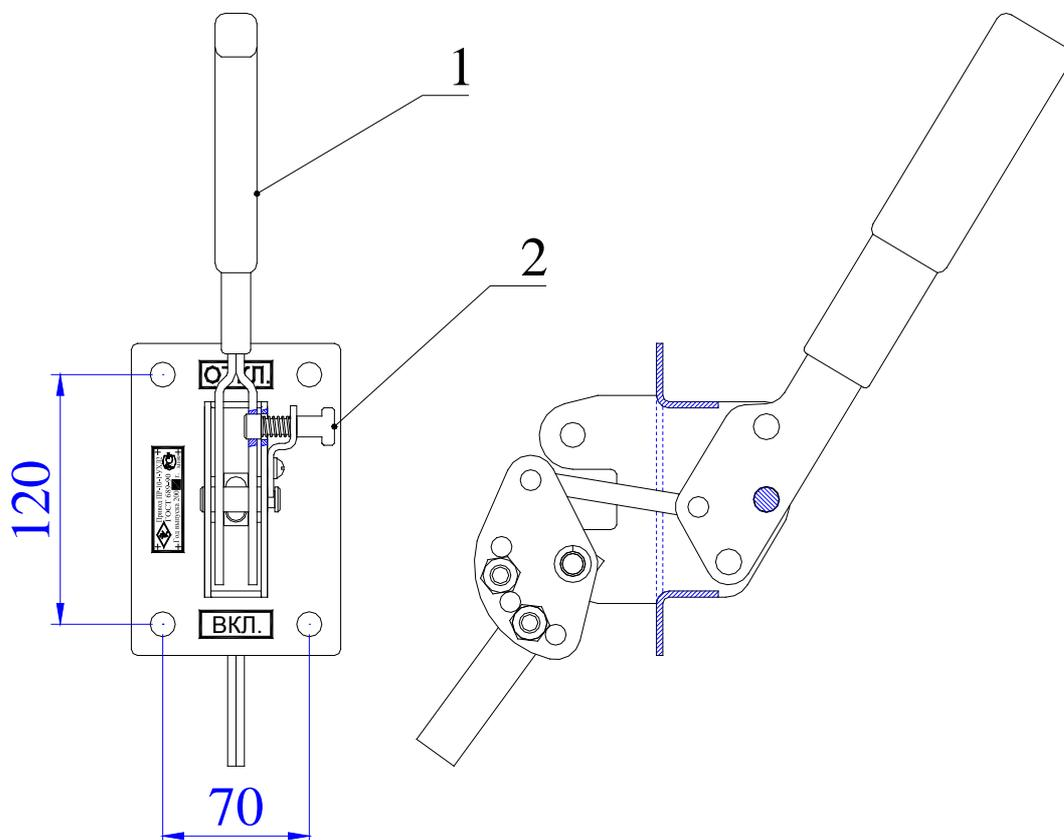

Рис. 4. Привод ПР-10. 1- ручка; 2- фиксатор
3.3. Управление контактными и заземляющими ножами производится отдельными приводами ПР-10 (рис. 4). В конечных положениях рукоятка привода 1 удерживается фиксатором 2. Кроме того, рукоятка привода может запирается с помощью электромагнитного блокировочного или навесного замка. Способ крепления замков (с помощью дополнительных деталей) должен быть выбран при монтаже разъединителя (заземлителя) с приводом в зависимости от варианта соединения в каждом конкретном случае.